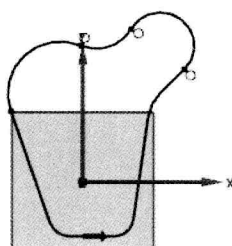

图 2.14.3 绘制草图（二）
Step 2 选择下拉菜单 **插入(I)** → **曲线(C)...** → **圆角(F)...** 命令。大致绘制图 2.14.3 所示的草图（二）。